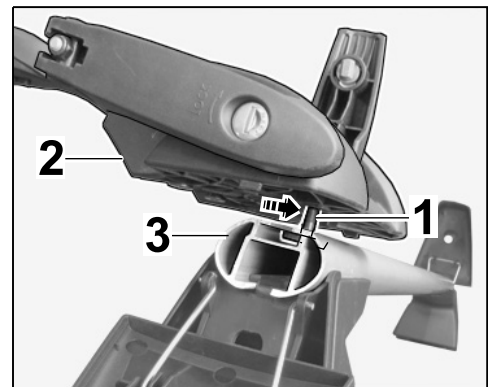

Bild 21
5.3 T-Bolzen von Aufnahme Vorderradgabel in die Nut Träger Dachtransportsystem vorn schieben (⇒ Bild 21).